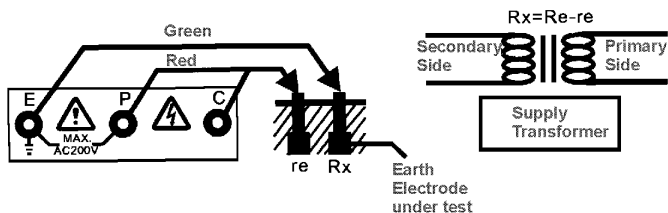

Fig. 2
- (1) Este método se recomienda cuando la resistencia a tierra sea mayor de 10Ω o donde no sea posible clavar picas de tierra auxiliares. Un valor aprox. de resistencia a tierra puede se puede obtener mediante un sistema de dos cables como el que se muestra en la fig. 2.
- (2) Gire el selector a la posición "Earth Voltage" y pulse para realizar la comprobación. Asegúrese de que la tensión a tierra es menor de 10 V.
(3) Gire el selector a la posición "200 Ω " y pulse para realizar la comprobación. Lea la resistencia a tierra. Si la pantalla muestra "1" (MSD), cambie a "2000 Ω " y lea la resistencia a tierra.
(4) La resistencia obtenida (R_x) es un valor de resistencia a tierra aproximado.